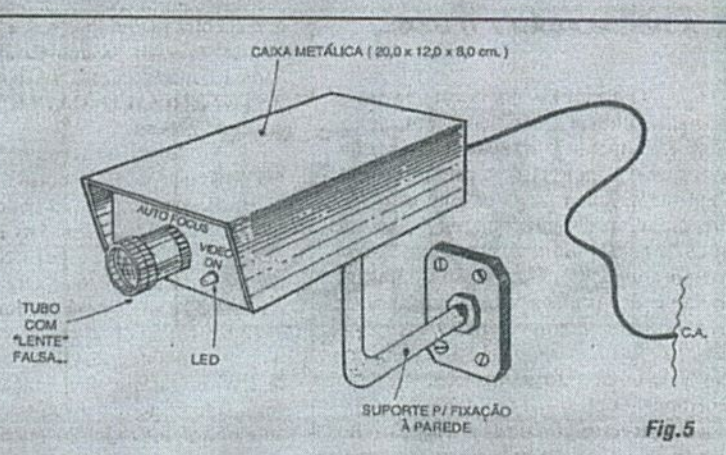

Fig. 5
- - Material para a confecção da caixa, "lente", tubo da "lente", suporte, etc., da câmara falsa (ver FIGS. 5 e 6...)
- FIG. 5 - A CONSTRUÇÃO DA "CÂMARA"... - Procurem seguir tão fielmente quanto possível, as sugestões do diagrama, quanto à construção, aparência, dimensões, formas e acabamento da caixa da "câmara"... É bem provável que possa
O "espírito da coisa" já deve estar mais do que entendido pela turma... Com acabamento e fixação semelhantes aos sugeridos na FIG. 5, a câmara deverá ser posicionada estrategicamente, de modo que, simultaneamente, "aponte" para lugares "chave" e fique nitidamente visível aos *cincurstantes*! De *nada* adiantará, obviamente, instalar a "câmara" em "lugar secreto", uma vez que a dita cuja *não é* câmara "fosta" nenhuma! Para que o truque "psicológico" **funcione** a câmara deve ser ostensiva...!